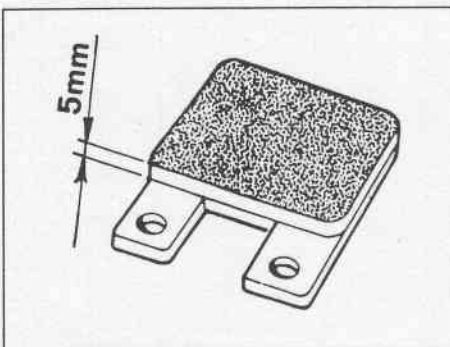

Fig. 36 - Pastiglia freno.
È questo un controllo che consigliamo di effettuare spesso in quanto è diretto e non implica alcuna operazione di smontaggio. Per controllare il grado di usura dei freni guardare frontalmente il disco e la pinza freno e le pastiglie risulteranno chiaramente visibili. Le pastiglie nuove hanno uno spessore del materiale di attrito di 5 mm. (fig.36), quando, in seguito all'usura questo arriva a 1-1,5 mm. ne consigliamo la sostituzione. L'operazione va eseguita allo stesso modo sia per sostituire le pastiglie freno anteriore che quelle posteriori.
- sfilare le pastiglie (fig. 36).